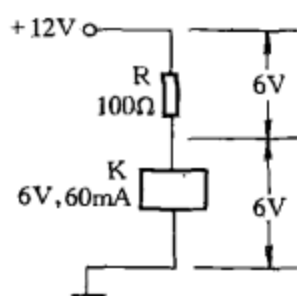

图 1-12
(1) 图 1-12 所示继电器电路中， R 为降压电阻。电压降 U 的大小与电阻值 R 与电流 I 的乘积成正比，即 $U = IR$ 。利用电阻器 R 的降压作用，可以使较高的电源电压适应元器件工作电压的要求。例如图 1-12 所示电路中，继电器工作电压 6V 、工作电流 60mA ，而电源电压为 12V ，因而必须串接一个 100Ω 的降压电阻 R 后，继电器方可正常工作。